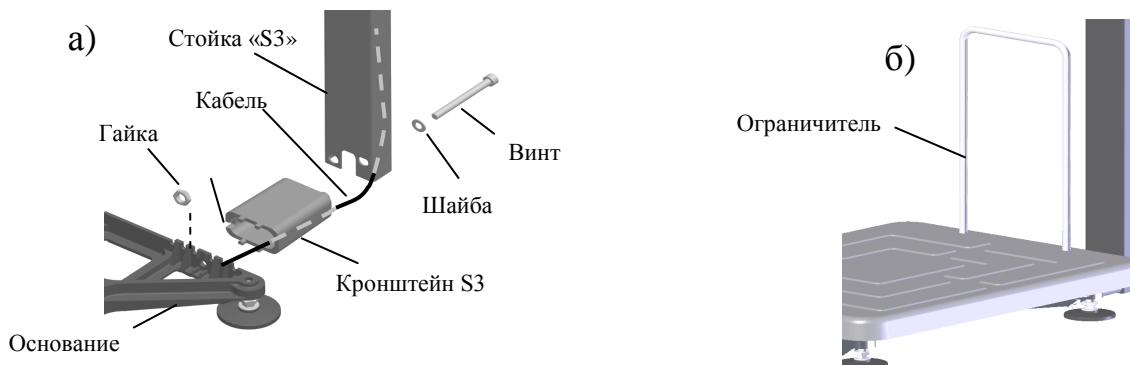

Рис. 5.2 - Крепление прямоугольной стойки к модулю ТВ-S_
- Протянуть кабель через кронштейн и стойку, Рис. 5.2 а.
Вложить в винт М8х130 шайбу 8. Вставить винт в отверстие стойки и пропустить его сквозь стойку, кронштейн (положение паза кронштейна см. на Рис. 5.2 а) и основание модуля. Стянуть винт гайкой М8.
- Плотнo вставить в отверстия платформы ограничитель (Рис. 5.2 б).